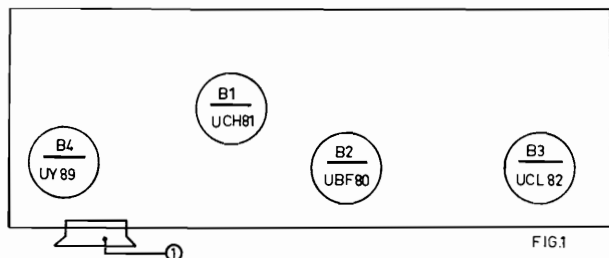

FIG.1
- a. Ga na of de spanningsomschakelaar goed is ingesteld (zie post 1 van fig. 1)
- b. Ga na of de buizen goed zijn aangedrukt en of ze op de juiste plaats staan (zie fig. 1)